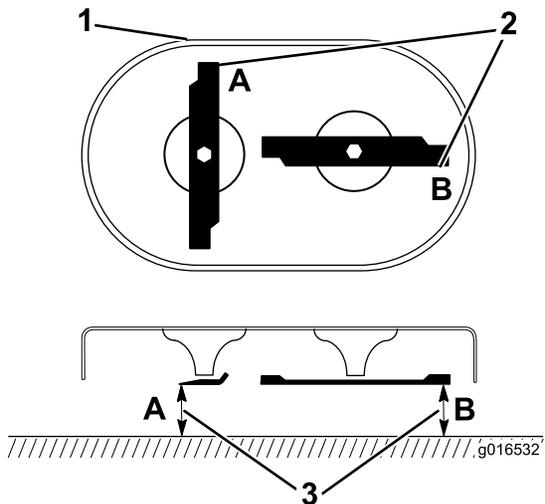

Рисунок 42
1. Поверните ножи в положение, показанное на рис. Рисунок 42.
- Измерения производите от ровной поверхности до режущих кромок в местах **A** и **B** (Рисунок 42) и запишите оба результата измерения.
- Поверните ножи так, чтобы их противоположные концы находились в позициях **A** и **B** (Рисунок 42).